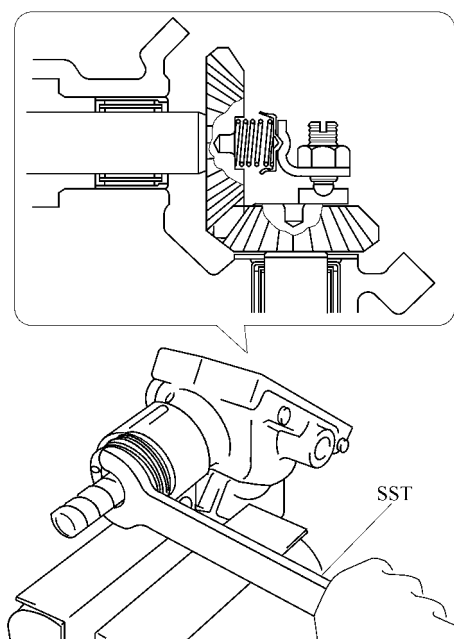

图 16-97 用转向机壳大修工具和百分表旋紧调整螺钉
(6) 安装弹簧座和弹簧。
(7) 安装小齿轮轴承调整螺钉，如图 16-97 所示。